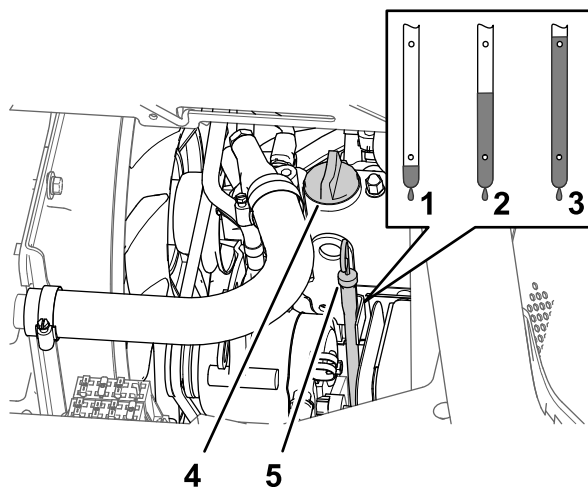

図 77
5. エンジンバルブカバー(図 77)からオイル補給口のキャップを取り、所要量の約 80% のオイルを入れる。
6. ディップスティックの目盛りで油量を点検する(図 77)。
7. ディップスティックの FULL マークに達するまで補給口から残りのオイルをゆっくりと補給する(図 77)。
8. 補給口にキャップとディップスティックを取り付ける(図 77)。